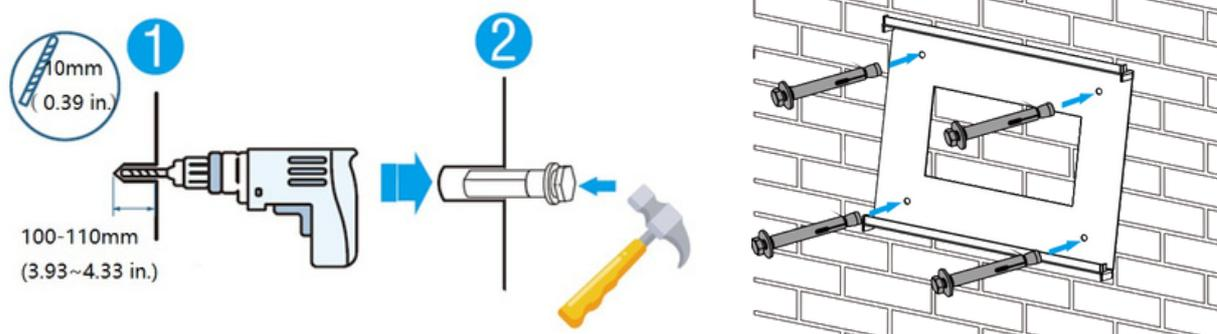
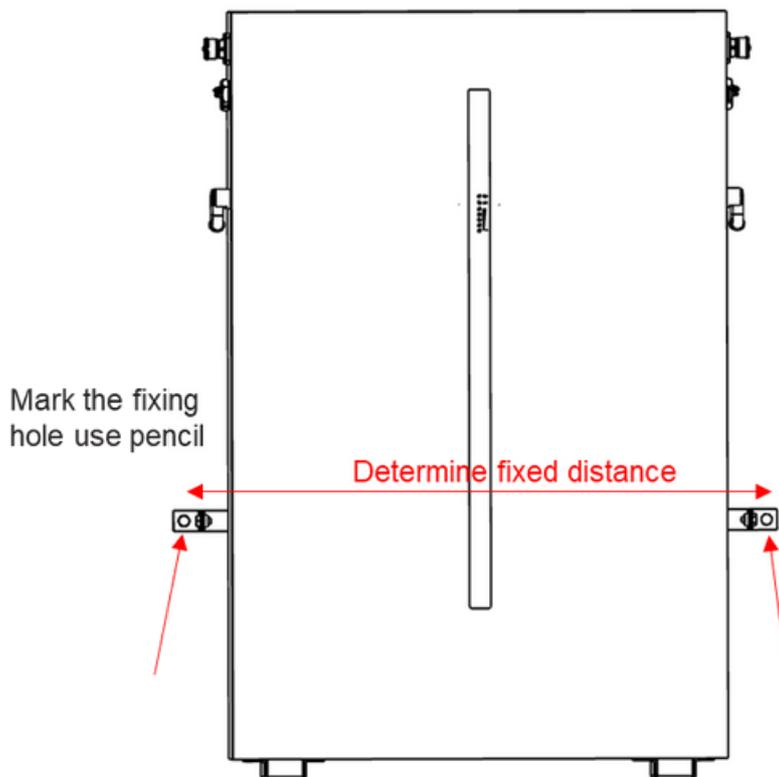

Figura 5-2
Figura 5-5
b) Scegliere la punta del trapano raccomandata (come mostrato nella Figura 5-2) per praticare 4 fori nel muro, profondi tra 100mm e 110mm.
c) Utilizzare un martello adeguato per fissare la piastra di sospensione al muro, inserendo il perno di espansione nei fori, come mostrato nella Figura 5-2.
b) Posizionare la batteria sul lato del muro, segnare la posizione del foro di fissaggio, scegliere la punta del trapano raccomandata (come mostrato nell'immagine sottostante) per praticare 2 fori nel muro, profondi tra 100mm e 110mm, come mostrato nella Figura 5-2 e nella Figura 5-5.
c) Utilizzare un martello adeguato per fissare la batteria al muro, inserendo il perno di espansione nei fori, come mostrato nella Figura 5-5.